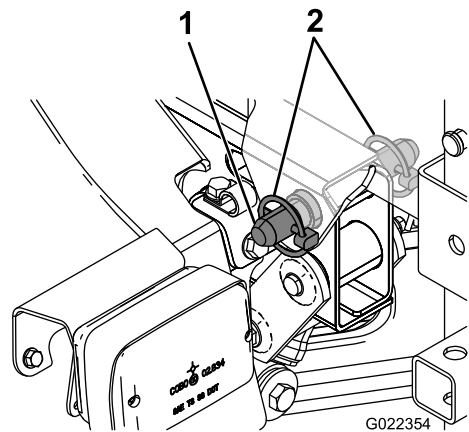

Bild 10
5. Fluchten Sie die Löcher in den Drehansätzen hinten am Behältergestell mit den Löchern im Schwenkrohr der Ladepritsche am Ende des Fahrzeugrahmens aus (Bild 10).
6. Setzen Sie einen angeschrägten Lastösenbolzen und zwei Klappstecker in den Drehansatz ein, um den Behälter am Rahmen zu befestigen (Bild 10).